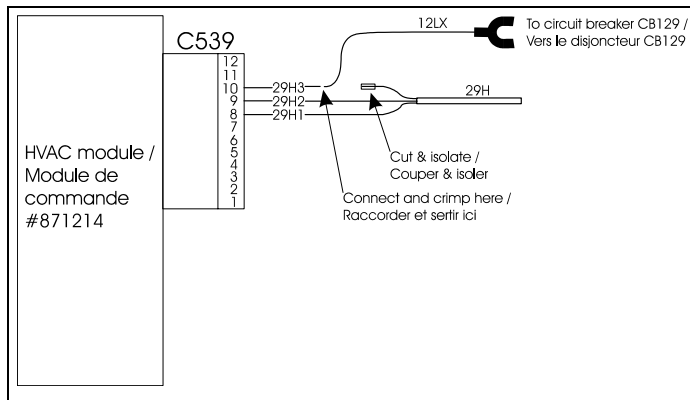

FIGURE 4 : INSTALLATION DU CÂBLAGE #065328 (12LX) 22206
10. Brancher le câblage #065328 (identifié 12LX) sur la borne supérieure du disjoncteur CB129 dans le compartiment de service avant et acheminer le câblage jusque derrière le tableau de bord (figure 4).
11. Localiser le conducteur 29H issue de la broche 10 du connecteur C539. Couper et raccorder l'extrémité venant du module de commande au fil 12LX. Isoler l'autre extrémité avec du ruban électrique ou une gaine thermorétractible (figure 4).